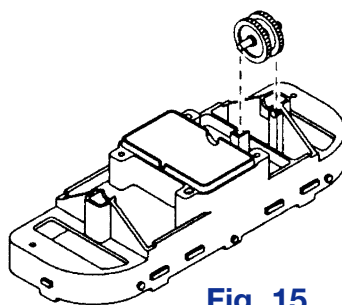

Fig. 15
► Retirez la courte tige et les vitesses (Fig. 15) sans défaire les vitesses de la tige.